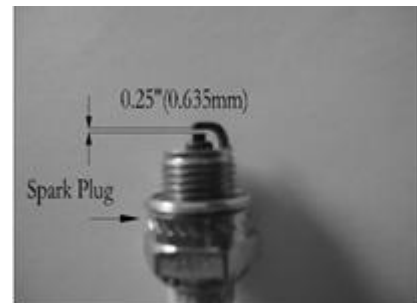

Fig.19
2. Pour retirer la bougie d'allumage—(Fig.19) en vue d'un nettoyage et du remplacement, il faut éteindre le moteur et attendre son refroidissement, puis desserrer la bougie à l'aide d'une clé spécifique. Vérifier l'état de la bougie, nettoyer ou remplacer si nécessaire.
3. Ecartement de l'électrode : = 025 in. (0.635mm) (Fig.19).
3. Nettoyer la bougie ou remettre une bougie neuve, monter la bougie avec l'écartement préconisé. (Fig.19)